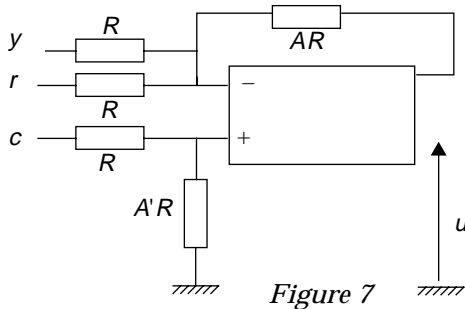

Figure 7
**IV.E.1)** Sachant qu'un capteur de vitesse fournit une tension  $y = \alpha v$ , montrer que le schéma de la figure 7 permet d'obtenir la tension  $u$  définie ci-dessus.